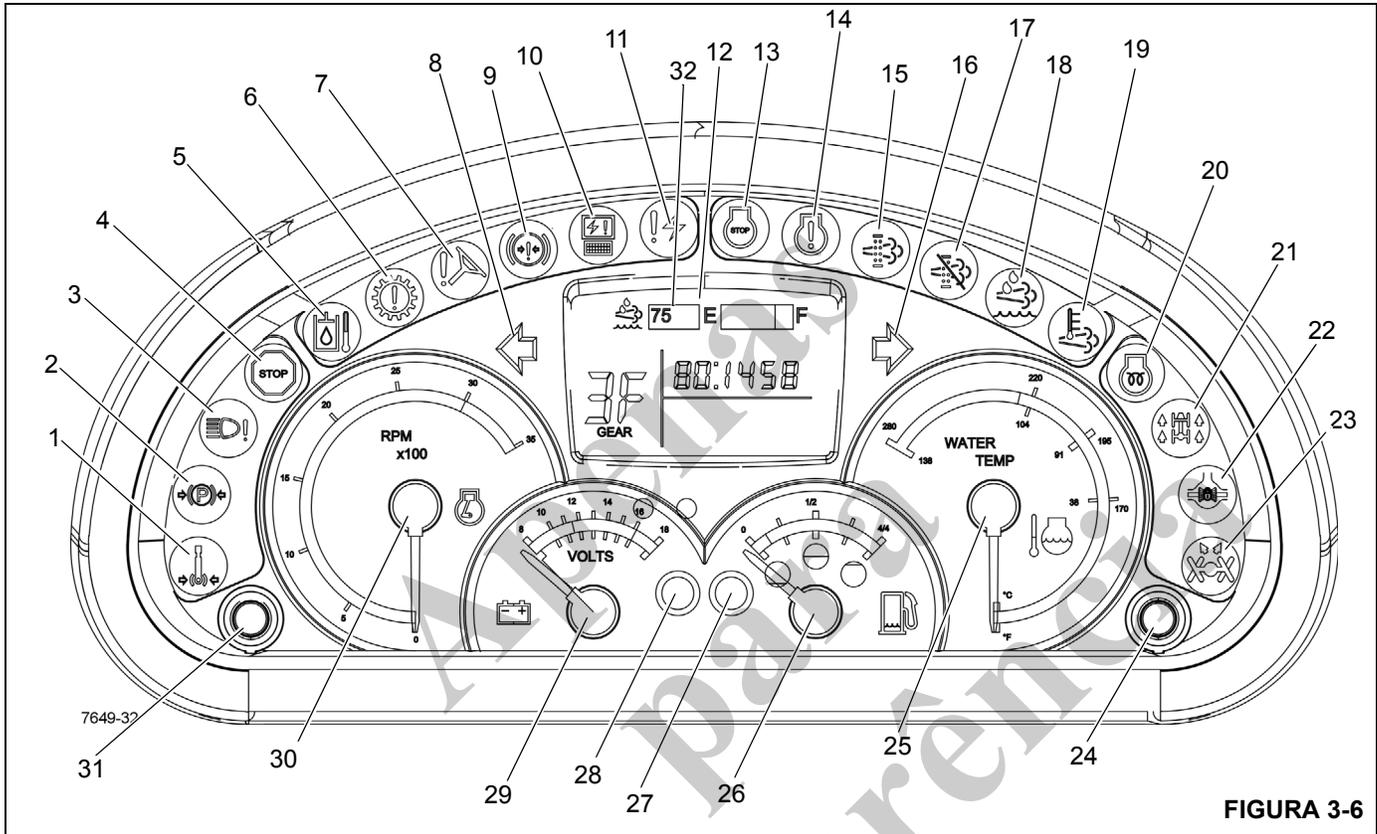

FIGURA 3-6
Números dos itens da Figura 3-6
O indicador do freio de giro acionado (1) (Figura 3-6) localiza-se no mostrador de indicadores da coluna de direção. Ele acende em vermelho quando o freio de giro do motor de giro da plataforma rotativa estiver acionado impedindo a rotação da superestrutura do guindaste.
O indicador do freio de estacionamento acionado (2) (Figura 3-6) localiza-se no mostrador de indicadores da coluna de direção. Ele acende em cor vermelha quando o freio de estacionamento for acionado.
O indicador de defeito nos faróis (3) (Figura 3-6) localiza-se no mostrador de indicadores da coluna de direção. Ele acende em âmbar quando os faróis dianteiros do guindaste estiverem defeituosos.
O indicador de parada de emergência (4) (Figura 3-6) localiza-se no mostrador de indicadores da coluna de direção. Ele acende em vermelho quando a chave de parada de emergência for pressionada (consulte *Chave de parada de emergência*, página 3-19) e uma campainha de aviso é acionada.
O indicador de temperatura do óleo hidráulico alta (5) (Figura 3-6) localiza-se no mostrador de indicadores da coluna de direção. Ele acende em vermelho quando a temperatura do óleo hidráulico ultrapassa 93°C (200°F); uma campainha de atenção também é acionada. Quando este indicador acender, apoie a carga o mais rápido possível, desligue o motor e tente identificar a causa da alta temperatura do óleo hidráulico.
O indicador de atenção da transmissão (6) (Figura 3-6) localiza-se no mostrador de indicadores da coluna de direção. Ele acende em vermelho quando a temperatura do óleo da
O indicador de baixa pressão da direção (7) (Figura 3-6) localiza-se no mostrador de indicadores da coluna de direção. Ele se ilumina com a cor vermelha quando a pressão hidráulica está baixa. Uma campainha de atenção também soará.
O indicador da sinaleira direcional esquerda (8) (Figura 3-6) localiza-se no mostrador de indicadores da coluna de direção. É uma luz em forma de seta verde que pisca quando a alavanca da sinaleira direcional é empurrada para baixo ou a chave das luzes de PERIGO é posicionado em ON.
O indicador de pressão do freio baixa (9) (Figura 3-6) localiza-se no mostrador de indicadores da coluna de direção. Ele acende em vermelho quando a pressão na válvula de carga do acumulador duplo cai abaixo dos requisitos normais de operação. Uma campainha de atenção também soará.
O indicador do módulo eletrônico (10) (Figura 3-6) localiza-se no mostrador de indicadores da coluna de direção. Se qualquer dos módulos eletrônicos estiver off-line e sem comunicação com o sistema, o indicador acende em vermelho.
O indicador de diagnóstico do sistema eletrônico (11) (Figura 3-6) localiza-se no mostrador de indicadores da coluna de direção. O indicador é uma luz vermelha usada para detecção e resolução de problemas do sistema do barramento CAN.
O mostrador de LCD (12) (Figura 3-6) localiza-se no mostrador de indicadores da coluna de direção. O mostrador indica a marcha de transmissão em uso, códigos de falha, nível do tanque do DEF e a versão do software principal.
O indicador de parada do motor (13) (Figura 3-6) localiza-se no mostrador de indicadores da coluna de direção. Ele acende em vermelho quando um sinal é enviado do ECM do motor. Além disso, uma campainha de atenção também soará.
O indicador de atenção do motor (14) (Figura 3-6) localiza-se no mostrador de indicadores da coluna de direção. Ele acende em âmbar quando um sinal é enviado do ECM do motor.
O indicador de limpeza do sistema de escape (15) (Figura 3-6) localiza-se no mostrador de indicadores da coluna de direção. Este indicador acende em âmbar quando o sistema de escape encher de fuligem e necessitar de limpeza.
O indicador da sinaleira direcional direita (16) (Figura 3-6) localiza-se no mostrador de indicadores da coluna de direção. É uma luz em forma de seta verde que pisca quando a alavanca da sinaleira direcional é empurrada para cima ou a chave das Luzes de perigo é posicionada em ON (ligada).
O indicador de inibição da limpeza do sistema de escape (17) (Figura 3-6) localiza-se no mostrador de indicadores da coluna de direção. Quando a chave de limpeza do sistema de escape (9) (Figura 3-4) estiver na posição de inibição, o
O indicador do DEF (Fluido do escape de diesel) (18) (Figura 3-6) localiza-se no mostrador de indicadores da coluna de direção. O indicador possui quatro estágios diferentes que serão acionados pelo sensor do nível de fluido no tanque do DEF: